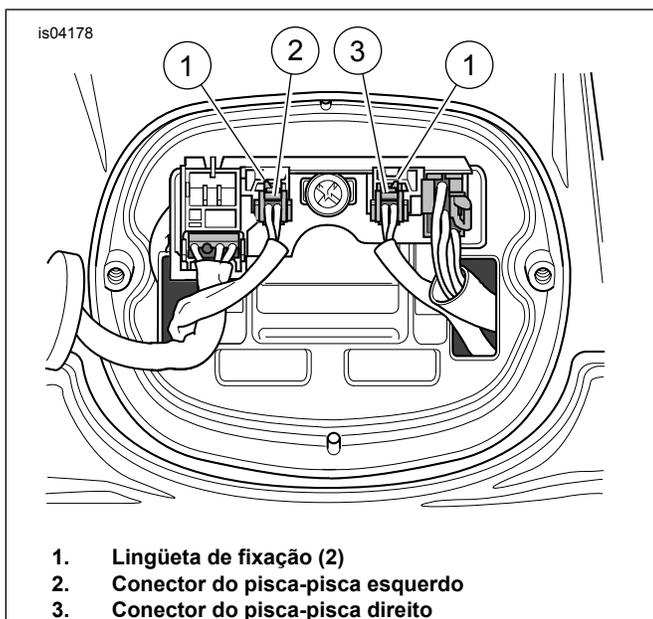

Figura 2. Conexões do pisca-pisca
1. Veja a Figura 2. Pressione as lingüetas de fixação (1) nos conectores fêmea esquerdo (2) e direito (3) de dois pinos do pisca-pisca ([18B] e [19B]) para desconectá-los da placa de circuito da iluminação traseira.